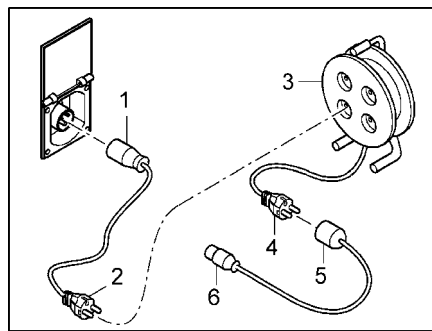

Bild 95 Anschlussmöglichkeiten 230-V-Anschluss
- Adapterkabel: CEE 17 Anschlusskupplung mit Schutzkontakt (Bild 95,1) – Stecker mit Schutzkontakt (Bild 95,2)
- Kabeltrommel: Steckdose mit Schutzkontakt (Bild 95,3) – Stecker mit Schutzkontakt (Bild 95,4)
- Adapterkabel: Anschlusskupplung mit Schutzkontakt (Bild 95,5) – CEE 17 Stecker mit Schutzkontakt (Bild 95,6)